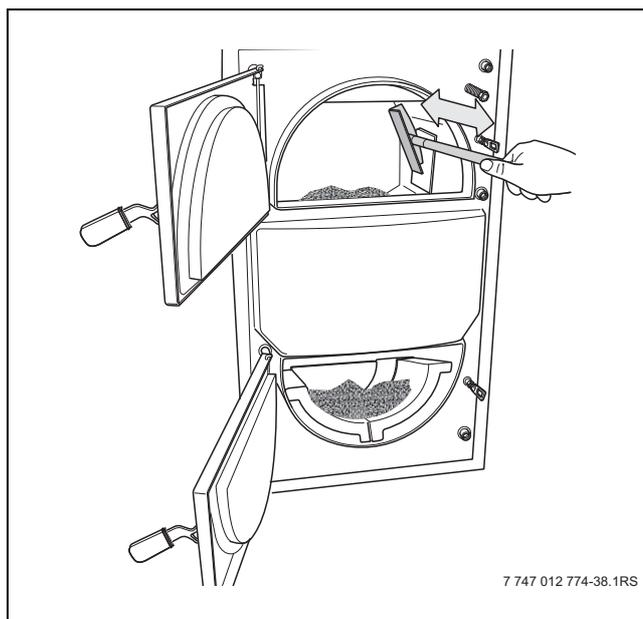

Fig. 29 Rimozione dei depositi di catrame
- Con un raschietto rimuovere i depositi di catrame sulle pareti della camera di combustione (→ fig. 29).